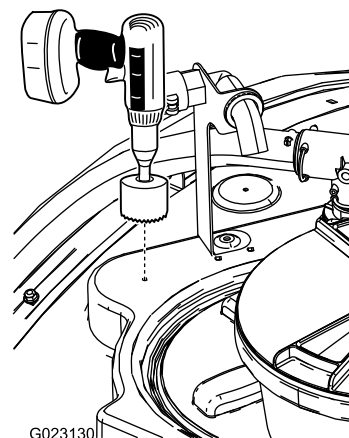

図 15
1. 図 15 に示されているタンク前部の位置を探し出す。
2. 9 cm の円形ノコを使ってマークのところに穴を切る 図 15。